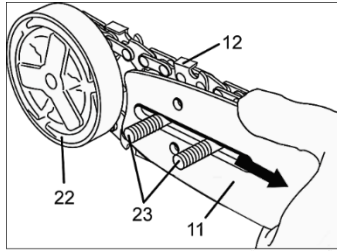

Рисунок 3
- Встановіть напрямну шину (11, рисунок 3) на напрямні гвинти (23) під кришкою зчеплення, якомога ближче до ведучої зірочки, яка розташована під диском зчеплення (22).
- Одягніть ланцюг на ведучу зірочку та вставте хвостовики ланцюга (12, рисунок 3) в паз верхньої частини напрямної шини, переконавшись, що різальні кромки ланок дивляться вперед.
- Потягніть напрямну шину вперед, натягнувши таким чином ланцюг (дивіться рисунок 3).